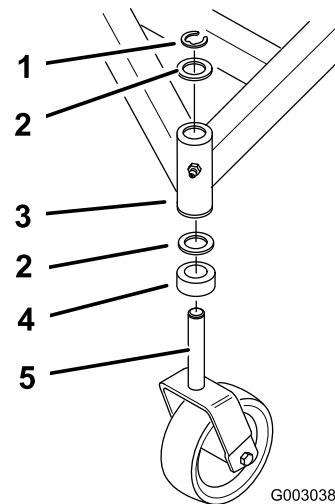

Figure 50
- Si un réglage est nécessaire, changez le même nombre de rondelles de butée sur les chapes des roues pivotantes. Déplacez les rondelles de butée de haut en bas sur le tube de montage du bâti porteur pour relever l'avant de la tondeuse. Déplacez les rondelles de butée de bas en haut sur le tube de montage pour abaisser l'avant de la tondeuse (Figure 50).
pivotante. Déplacez la ou les rondelle(s) de butée de haut en bas sur le tube de montage du bâti porteur pour relever le côté correspondant de la tondeuse. Déplacez la ou les rondelle(s) de butée de bas en haut sur le tube de montage pour abaisser le côté correspondant de la tondeuse. (Figure 50).